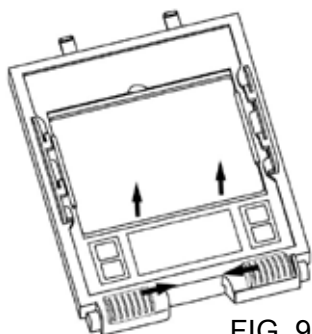
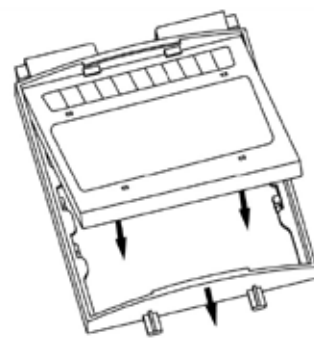

FIG. 9
FIG. 10
- Para sustituir la lente frontal, suelte el filtro (Fig. 9) desbloqueando los topes del filtro inferior presionandolos hacia el centro.
- Para reemplazar el filtro, retire el grupo filtro de la máscara (Fig.9). Flexione la parte superior del so-porte y retire el filtro (Fig.10). Coloque el nuevo filtro cuidadosamente y correctamente. Vuelva a colocar el conjunto de filtro en la máscara.